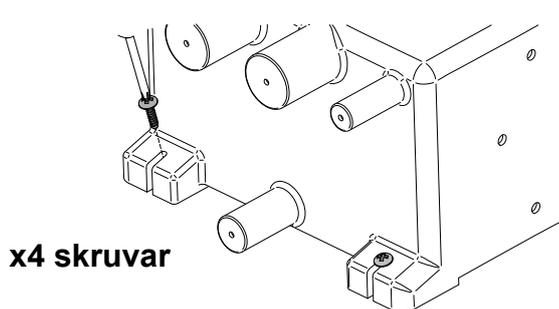
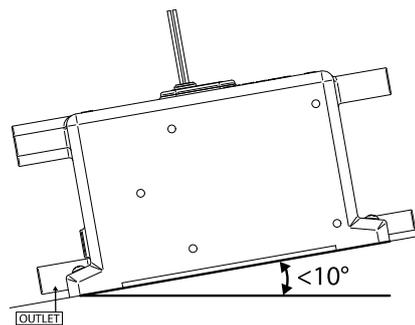

Fig. 5 Säkrande av tanken
Fig. 6 Max. möjlig installationsvinkel
- Fig. 5 Säkrande av tanken
- Fig. 6 Max. möjlig installationsvinkel
**Step 2:** Tanken **måste** säkras med 4 lämpliga skruvar, genom tankens fötter enligt fig. 5. **OBS:** tankens vinkel **får inte** överskrida 10° (fig. 6). **OBS:** **skruva inte direkt i skrovet** – **MÅSTE** monteras på ett skott eller extrabord.